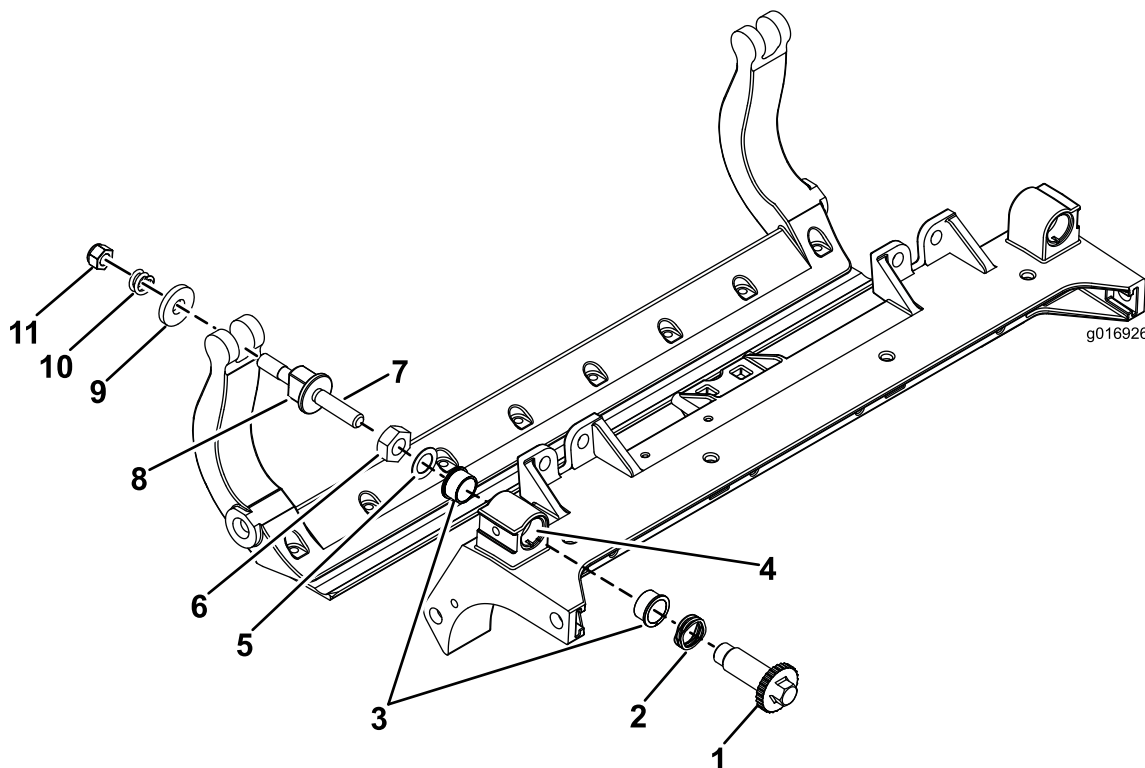

Figure 40
1. Enlevez toutes les pièces (voir les *Instructions d'installation* du kit DPA renforcé et la Figure 40).
2. Appliquez du produit antigrippant à l'intérieur du logement des douilles sur le cadre central de l'unité de coupe (Figure 40).
3. Alignez les clavettes des douilles à embase sur les fentes dans le cadre, et insérez les douilles en place (Figure 40).
4. Posez une rondelle ondulée sur l'axe de réglage et insérez l'axe dans les douilles à embase sur le cadre de l'unité de coupe (Figure 40).
5. Fixez l'axe de réglage avec une rondelle plate et un contre-écrou (Figure 40).
12. Placez une rondelle en acier à l'extérieur de chaque rondelle en nylon (Figure 40).
Remarque: Les rondelles peuvent présenter un espace à l'intérieur (Figure 40).
15. Serrez l'écrou sur chaque vis de réglage de la barre d'appui jusqu'à ce que le ressort de compression soit complètement comprimé, puis desserrez l'écrou d'un demi-tour (Figure 40).